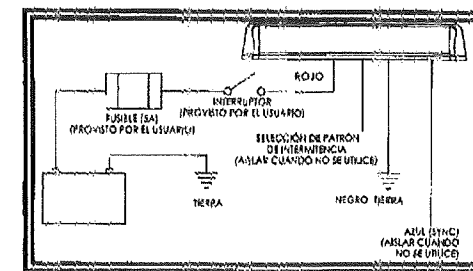

Figura 6
5. Conecte los cables de alimentación como se indica en la sección de cableado (vea la figura 6).
El cableado de la Minibar de montaje permanente es el que se muestra en la figura 6. Todo el cableado debe ser como mínimo 18 AWG. La línea positiva debe tener un fusible de 5 amperes, según se indica. Se puede utilizar un interruptor para controlar la función de encendido/apagado.